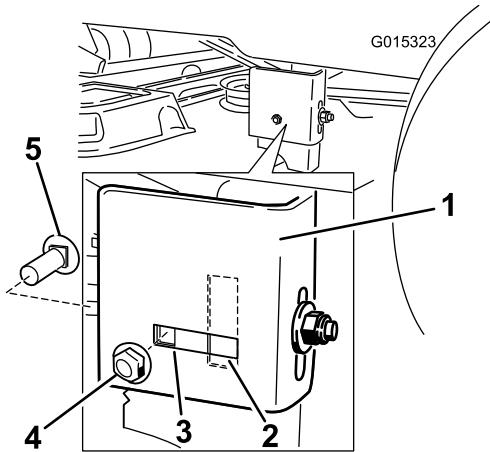

Figure 51
- Si le boulon de carrosserie latéral est à la position fixe, retirez-le ainsi que l'écrou de blocage latéral de cette position et placez les dans l'emplacement de réglage allongé (Figure 51).